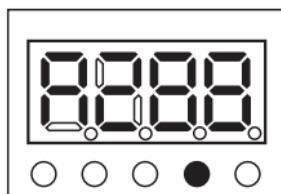

图6
(5) 过欠压跳闸：当前电压大于档位设定的电压时，显示过压故障，屏幕显示如图6所示。